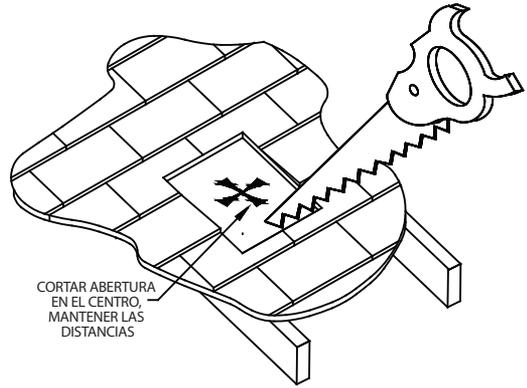

Figura 29
5. Retire las tejas u otra cobertura del tejado según sea necesario para cortar el orificio rectangular para la caja de soporte. Corte el orificio 1/8 pulgada (0.31 cm) más grande que las dimensiones de la caja de soporte (**Figura 29**). El orificio rectangular debe centrarse en el orificio pequeño que perforó a través del techo para marcar la ubicación. Una vez más, compruebe que no cortará a través de las viguetas o travesaños del armazón.